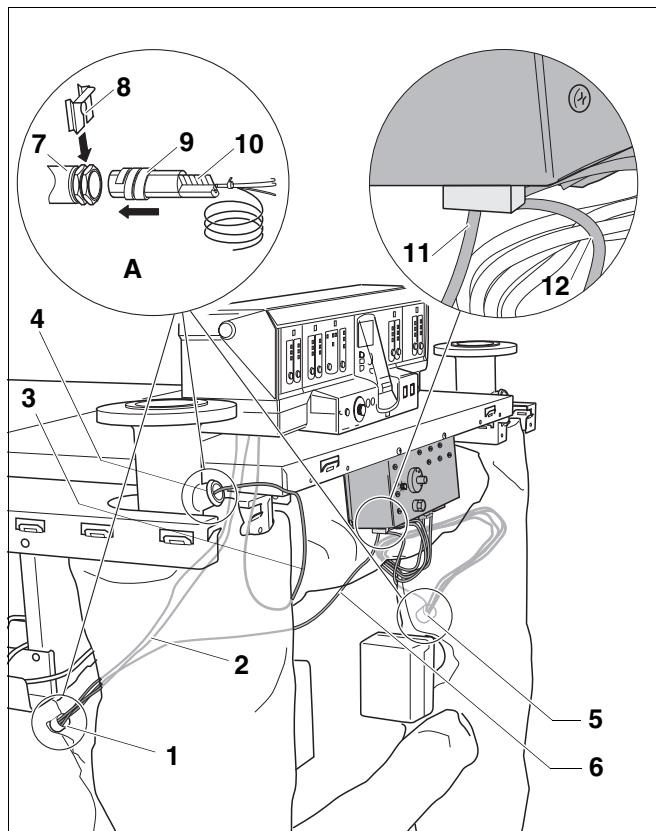
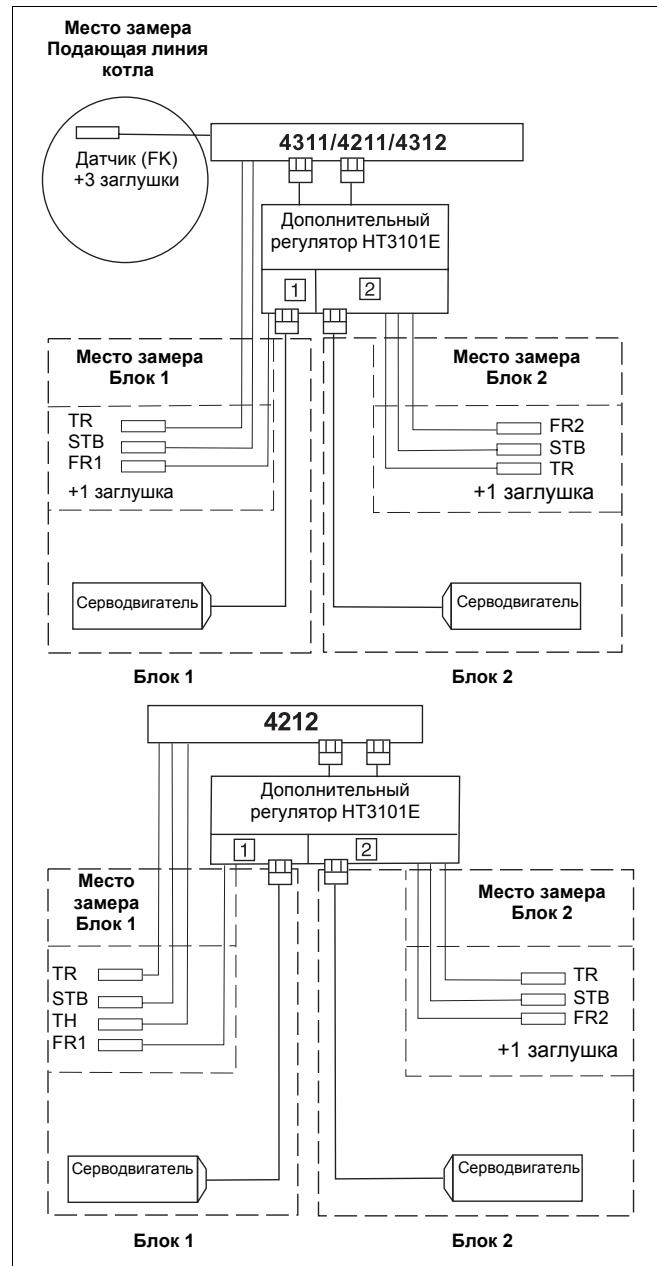

Рис. 64 Подключение дополнительного регулятора HT3101E
Рис. 65 Схема соединений дополнительного регулятора
- Присоединительные штекеры обоих температурных датчиков FR1 и FR2 должны бытьочно вставлены в дополнительный регулятор, не перепутайте места их установки (рис. 64, поз. 11 и поз. 12).
- Вставить провод датчика FK (рис. 64, поз. 3) от системы управления Logamatic вместе с 3 заглушками в гильзу в точке замера подающей линии котла (рис. 64, поз. 4).
- Собрать в пучок и держать в руке провода датчиков TR и STB (рис. 64, поз. 2) от системы управления Logamatic и провод датчика FR1 (рис. 64, поз. 6) от дополнительного регулятора вместе с заглушкой и компенсационной пружиной.
- После этого ввести до упора весь пакет датчиков в гильзу в точке замера блока 1 (рис. 64, поз. 1).
- Ввести пакет датчиков точки замера блока 2 (от дополнительного регулятора) в гильзу в точке замера блока 2 (рис. 64, поз. 5).
Установка в гильзу (рис. 64, вид А):
- Вставить температурные датчики до упора в гильзу (рис. 64, поз. 7, точка замера).
- Пластмассовая спираль (рис. 64, поз. 9) автоматически сдвигается назад. Компенсационная пружина (рис. 64, поз. 10) должна быть вставлена в гильзу (рис. 64, поз. 7).
- Надеть фиксатор датчиков (рис. 64, поз. 8, поставляется с системой управления) сбоку или сверху на оголовок гильзы.
- Проверить по верхней схеме соединений на рис. 65 подключение пакета датчиков.
- При постоянном регулировании температуры котловой воды нужно заменить заглушку из пакета датчиков Logamatic 4212 на датчик FR1 (который идет от дополнительного регулятора). Этот пакет датчиков нужно вставить в гильзу в точке замера блока 1 (рис. 64, **поз. 1** и рис. 65).
- Ввести пакет датчиков точки замера блока 2 (от дополнительного регулятора) в гильзу в точке замера блока 2 (рис. 64, **поз. 5**).
Установка в гильзу (рис. 64, **вид А**):
- Вставить температурные датчики до упора в гильзу (рис. 64, **поз. 7**, точка замера).
- Пластмассовая спираль (рис. 64, **поз. 9**) автоматически сдвигается назад. Компенсационная пружина (рис. 64, **поз. 10**) должна быть вставлена в гильзу (рис. 64, **поз. 7**).
- Надеть фиксатор датчиков (рис. 64, **поз. 8**, поставляется с системой управления) сбоку или сверху на оголовок гильзы.
- Проверить по нижней схеме соединений на рис. 65 подключение пакета датчиков.